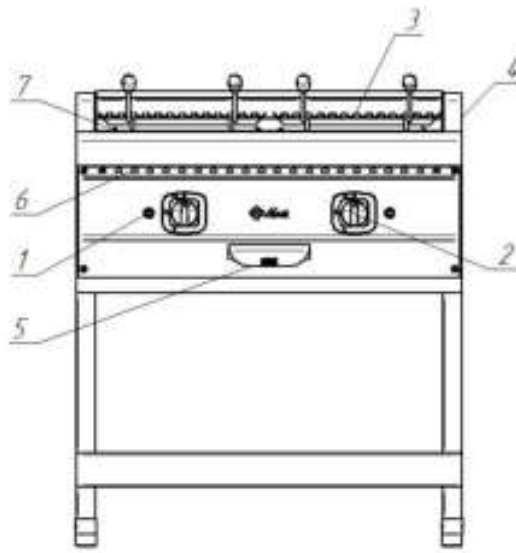

Рис. 1. Гриль
4.1. Устройство газового гриля показано на Рис. 1.
Нажмите на ручку крана горелки и поверните ее против часовой стрелки, установив символ искры зажигания  напротив метки на панели управления (рис. 2а). Нажав до упора, одновременно произведите поджог газа при помощи пьезорозжига. Удерживайте ручку крана в течение не менее 15 секунд, после чего отпустите. После проведения вышеуказанных операций необходимо проконтролировать наличие горения газа, для чего необходимо посмотреть в смотровое окно 6 (рис.1), в котором можно наблюдать наличие пламени. Пламя должно быть устойчивым. Если пламя не горит, повторите операцию.